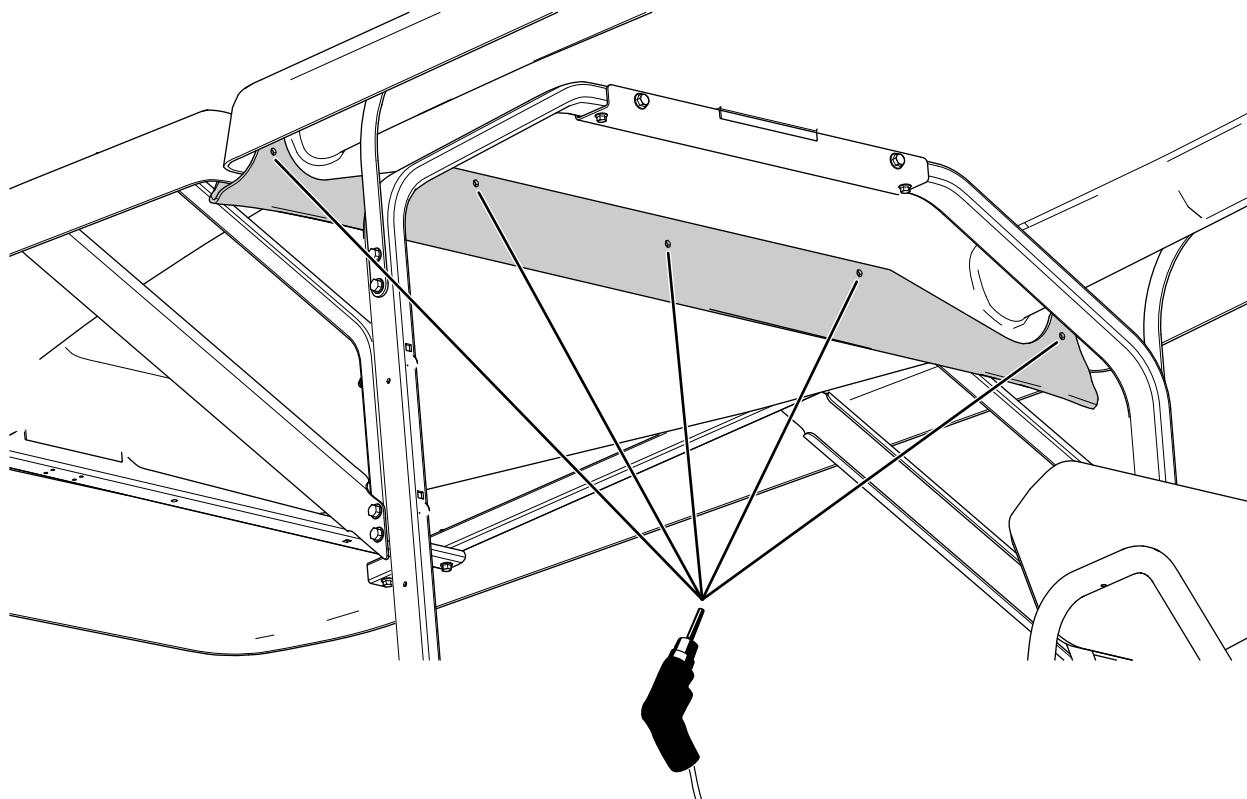

Figura 9
2. Utilizando a calha de água como modelo, faça cinco furos (6,4 mm ou $\frac{1}{4}$ pol.) no toldo frontal (Figura 9).